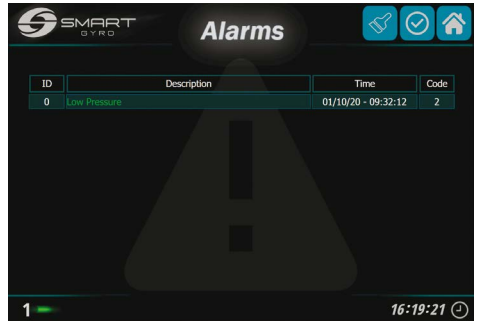

Abbildung 32
Alarmer, die nicht mehr im System vorhanden sind, können durch Drücken des Pinselsymbols (Abbildung 29, (3)) aus der Liste entfernt werden (Abbildung 32).